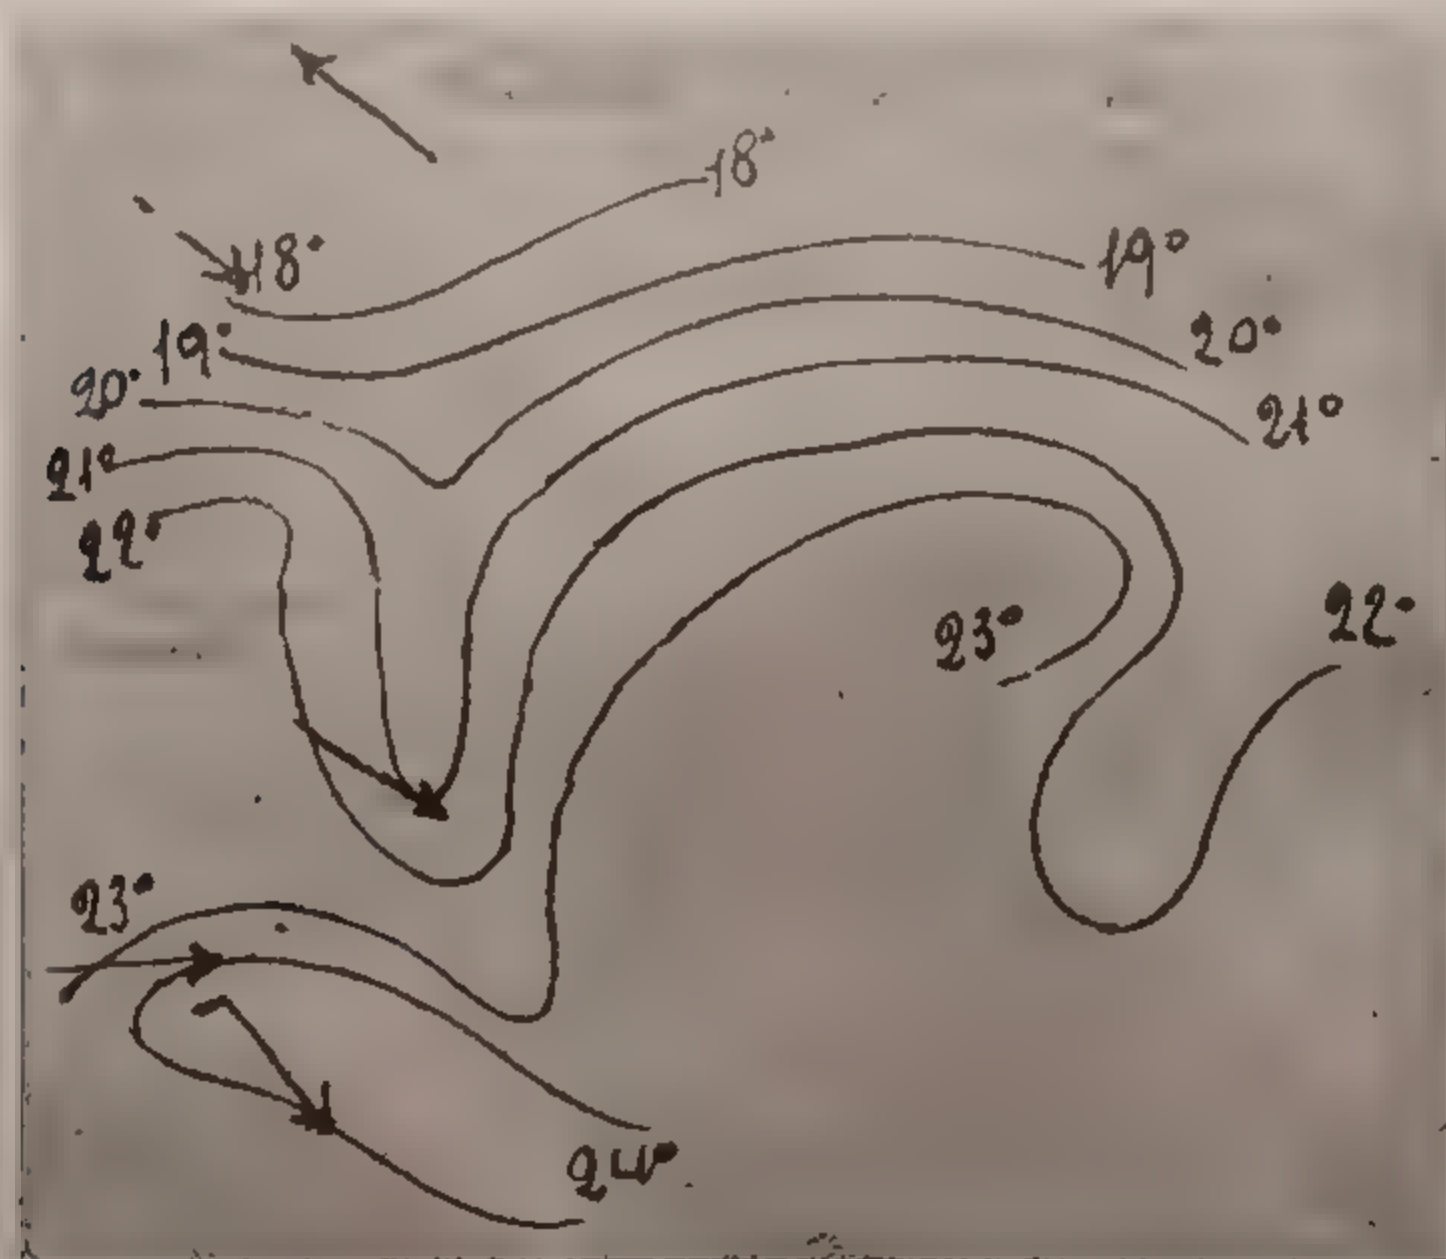

Fig. 276. — UNA CARTA ISOTERMICA.
*Isoterme* o *linee isotermiche*, sono le linee che, sulla superficie della Terra, si possono tracciare per riunire punti di uguale temperatura dell'aria (fig. 276).